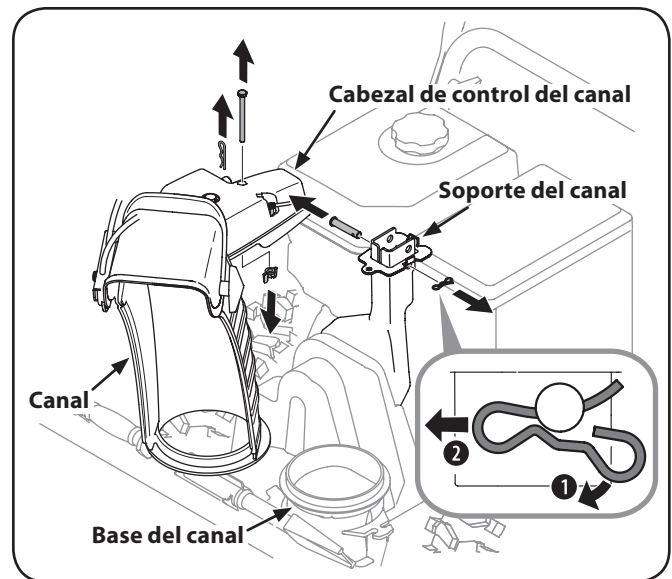

Figura 3-6
1. Retire el pasador de chaveta, la tuerca de mariposa y el tornillo hexagonal del cabezal de control del canal, y el pasador de horquilla y el pasador de chaveta con unión curva de la ménsula de soporte del canal. Vea la Figura 3-6.